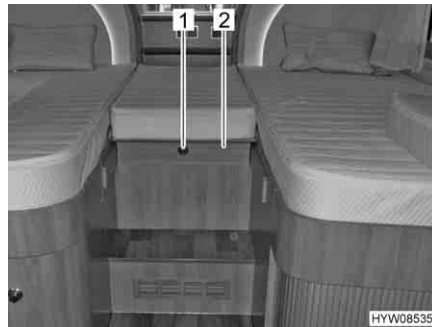

Fig. 62 Letti singoli in coda
- Premere il bottone automatico (Fig. 62,1) e aprire il diaframma (Fig. 62,2).